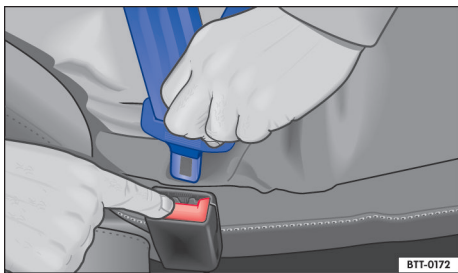

Fig. 32 Soltar a lingueta do cinto de segurança do fecho do cinto de segurança.
- Pressionar o botão vermelho no fecho do cinto de segurança → Fig. 32. A lingueta do cinto de segurança salta para fora.